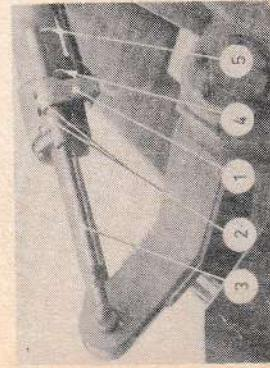

Bild 8
4.303 Beim Laden liegt die Schaufel waagerecht auf dem Boden auf oder ist bei grobstückigem Ladegut wenig nach vorn geneigt. Um beim Rückkippen aus der Auskippsstellung diese Ladestellung bei allen Höhen zu finden, ist (Bild 8) am Kippzylinder eine Vorrichtung (1) angebracht, die über eine am Kolbenstangenauge angelckte Stange (3) einen Schalter betätig, der beim Passieren der Ladestellung die Ladestellungs-Anzeigeleuchte (2) Bild 7 aufleuchten läßt. Wird beim Ansprechen dieser Leuchte der Kipphebel (21) Bild 7 auf Mittelstellung gebracht, dann befindet sich